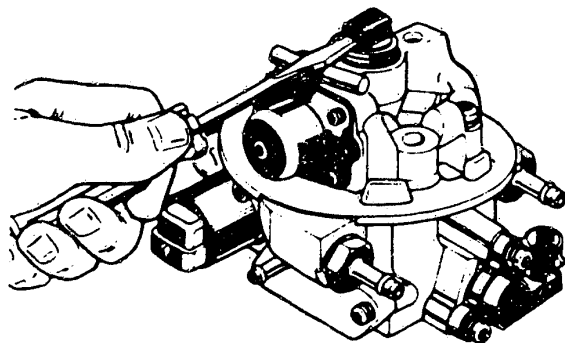

Bild 27 So wird das Einspritzventil nach dem Lösen der Halterung mit einem Schraubenzieher herausgeholt.
a) Einspritzventil: Dieses ist leicht zu demontieren. Nach dem Entfernen des Halters ist es mit einem Schraubenzieher und einer Unterlage sorgfältig aus dem Gehäuse zu hebeln (Bild 27). Beim Einbau ist die Halteschraube mit Sicherungsmasse zu bestreichen.